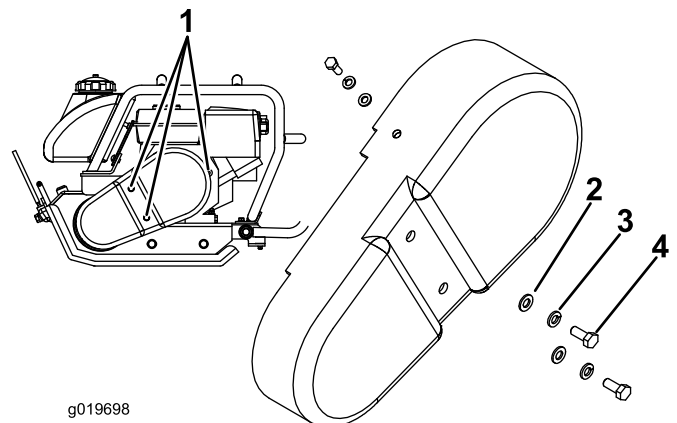
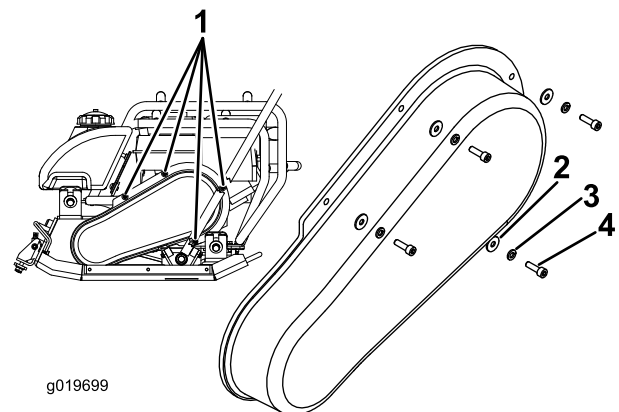

Figura 21
Figura 22
1. Retire los pernos que sujetan la cubierta de la correa (Figura 21 o Figura 22).